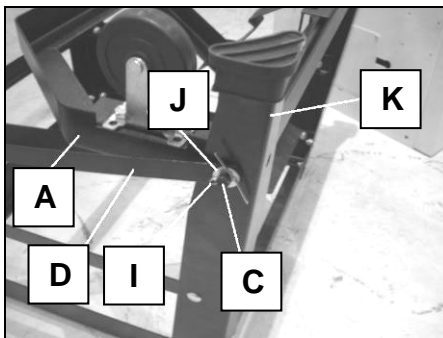
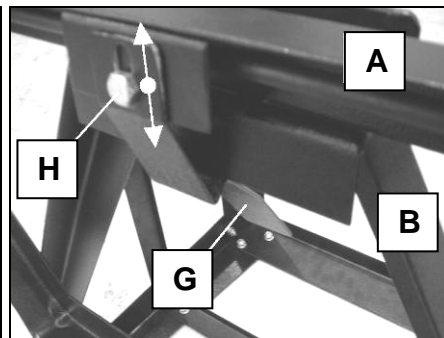

Fig 20
Fig 21
- Insérez la tige de 10mm (C) dans le piètement (K) et le bras inférieur (A) et faites-la traverser de l'autre côté (Fig 20).
- De chaque côté, placez la barre transversale (D) et 1 rondelle de 10mm (J), puis insérez une goupille (I) dans la tige (C) (Fig 20).
- Sécurisez les goupilles (I).
- Sous le bras inférieur (A), réglez la patte de fixation (G) en profondeur de façon à ce qu'elle bloque le bras principal (B) (Fig 21).
- Serrez le boulon M8 (H).